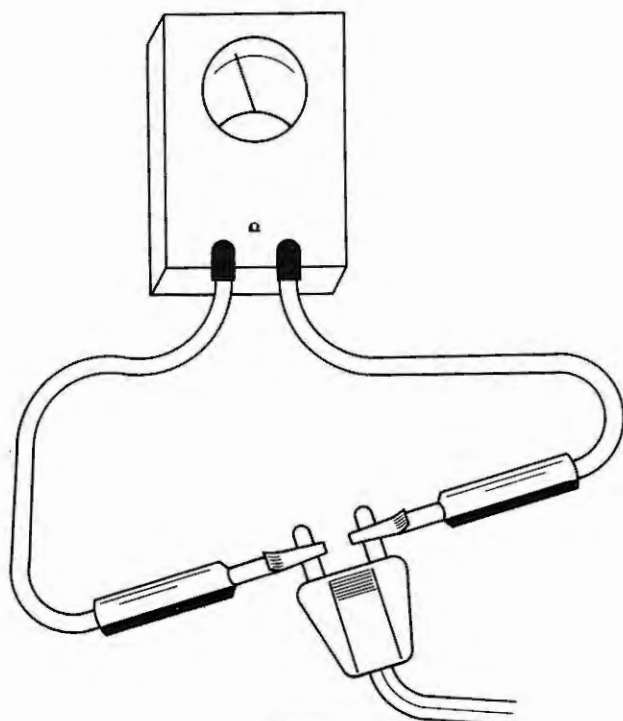

Figura 5
Proceda a la medición del circuito de filamentos, mediante el óhmetro, conectando las puntas de prueba de éste, con dos pinzas cocodrilo —para mayor seguridad de la medición—, en los espárragos de la clavija de entrada de red, figura 5.
4. *Si la prueba anterior es conforme —responde el óhmetro—; comprobar si están colocadas todas las válvulas en sus zócalos correspondientes. Cuéntense catorce en total. Conectar las puntas del óhmetro mediante las pinzas cocodrilo en los vástagos de la clavija de entrada como indica la figura 5. Acciónese el potenciómetro de volumen y comprobar si moviendo las diferentes válvulas, una a una y el módulo del TRC hay señales de desplazamiento en el óhmetro. Si no las acusa:*